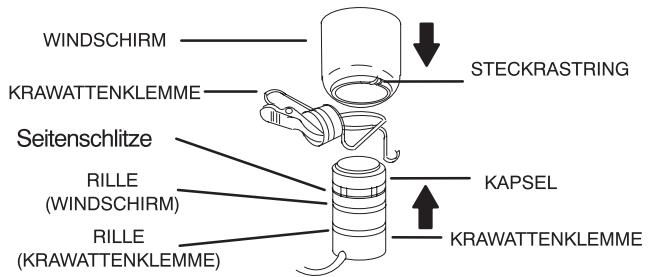

ABBILDUNG 1
1. Den Oberteil des Mikrofons von unten durch die Krawattenklemmenschlaufe einführen, bis diese in der unteren Rille am Mikrofon einschnappt. Siehe Abbildung 1.
Die Mikrofone MX183BP, MX184BP und MX185BP verfügen über austauschbare Kapseln. Zur Entnahme der Kapsel diese vom Mikrofongehäuse abschrauben, wie in Abbildung 1 dargestellt. Die Ersatzkapsel einbauen, indem sie auf das Mikrofongehäuse aufgeschraubt wird.